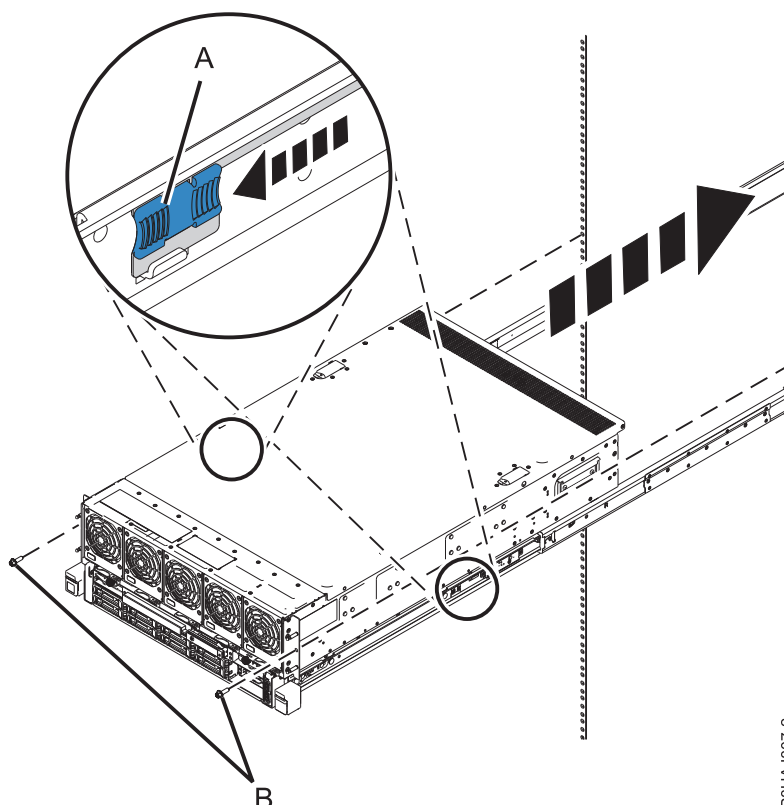

Figure 13. Déverrouillage des tâches du milieu de la glissière et insertion du système dans l'armoire
7. Déverrouillez les taquets situés au milieu de la glissière et insérez le système dans l'armoire, colle illustré à la figure 13, à la page 13.